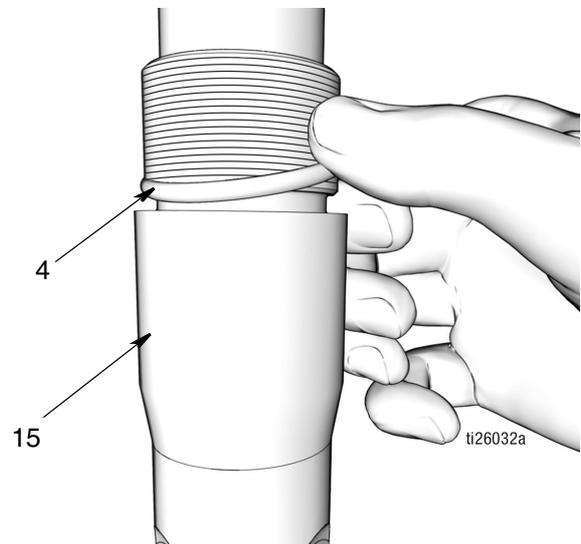

FIG. 46
- b. Applicare un sottile strato di grasso all'O-ring (4). Montare l'O-ring attorno alla valvola di ritegno di mandata (15) (FIG. 46).